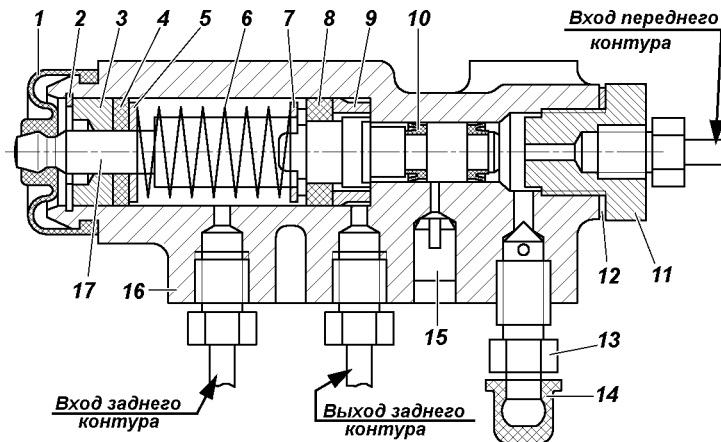

Рис. 9.25. Регулятор давления:
**Регулятор давления.** На автомобилях, не оснащенных антиблокировочной системой тормозов, устанавливается механический регулятор давления (рис. 9.25), который обеспечивает оптимальное распределение тормозных сил по осям автомобиля и не допускает блокировку задних колес раньше передних. При обслуживании проверяйте работоспособность регулятора давления. Очищайте регулятор от грязи и проверяйте надежность его крепления. Внешним осмотром убедитесь, что регулятор и детали его привода не имеют повреждений, отсутствуют подтекания тормозной жидкости и люфты в соединении стойки с упругим рычагом и кронштейном на заднем мосту.
3. Заверните болт 3 до соприкосновения его с хвостовиком поршня 17 (см. рис. 9.25) регулятора.